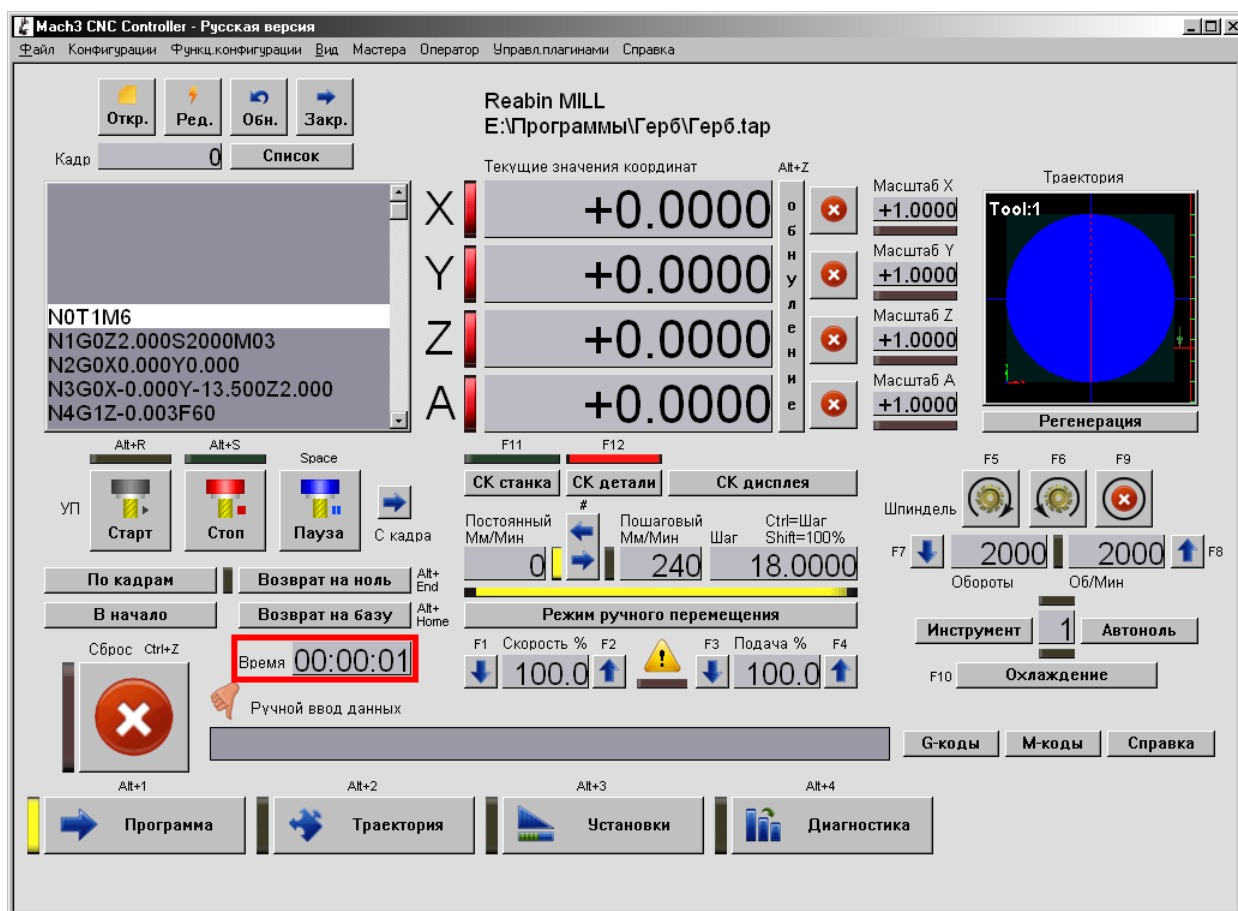

Рис. 8. Счётчик текущего времени обработки.
3.1.4 Рядом находится счётчик текущего времени выполнения УП (Рис. 8).